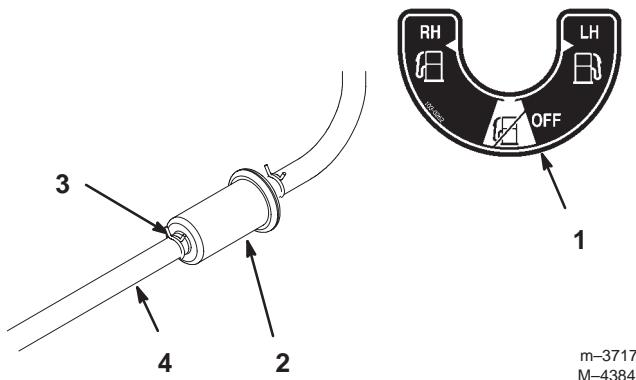

Figure 47
- Posez un filtre neuf et rapprochez les colliers de fixation du filtre (Fig. 47).
- Fermez le robinet d'arrivée de carburant (Fig. 47).
3. Desserrez le collier de serrage au niveau du filtre à carburant et repoussez-le le long de la conduite d'alimentation pour l'éloigner du filtre (Fig. 47).
4. Débranchez la conduite d'alimentation du filtre (Fig. 47). Ouvrez le robinet d'arrivée de carburant et laissez l'essence s'écouler dans un bidon ou un bac de vidange.
5. Raccordez la conduite d'alimentation au filtre. Rapprochez le collier de serrage du filtre pour fixer la conduite d'alimentation (Fig. 47).